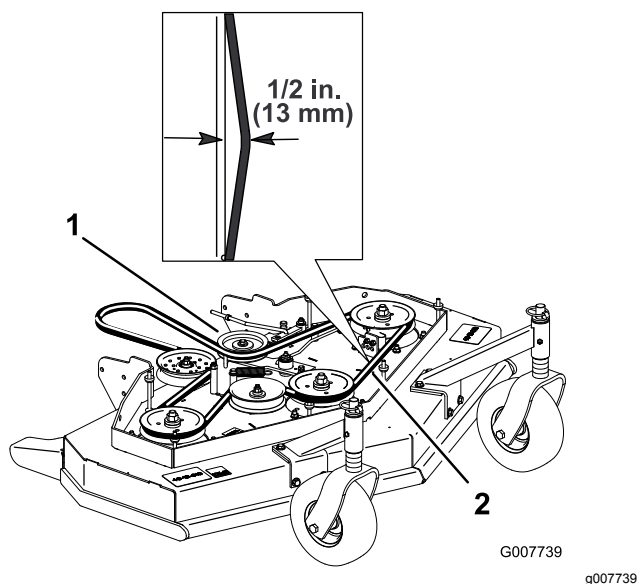

Figura 45
4. Retire la polea tensora y la correa desgastada (Figura 45).
Nota: La tensión correcta de la correa de corte es de 44 a 67 N con la correa desviada 13 mm en el punto intermedio entre las poleas (Figura 45).